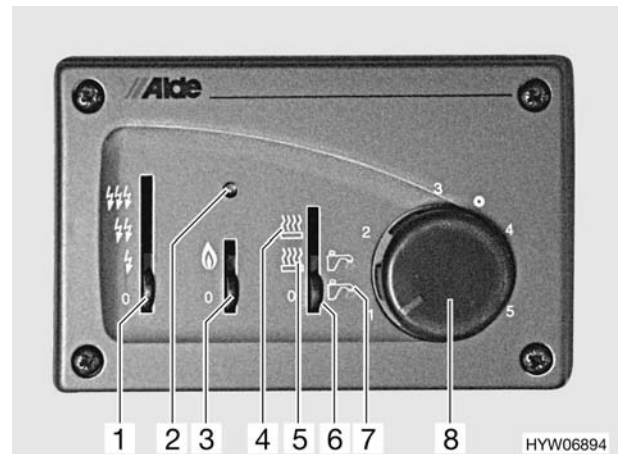

Bild 125 Bedieneinheit für Boiler
- Warmwasser (Bild 125,7)
- Heizung und Warmwasser (Bild 125,5)
- Heizung (Bild 125,4)
- Betriebsart mit dem Schiebeschalter (Bild 125,6) einstellen.
- Gasbetrieb (Bild 125,3)
- 230-V-Elektrobetrieb (Bild 125,1)
- Schiebeschalter (Bild 125,3) auf Gasbetrieb stellen.
- Schiebeschalter (Bild 125,6) auf "Warmwasser" (Bild 125,7) oder auf "Heizung und Warmwasser" (Bild 125,5) stellen.
Bei einer Störung leuchtet die rote Kontroll-Leuchte (Bild 125,2). Hinweise in Kapitel 14 beachten.
- Schiebeschalter (Bild 125,3 und 6) auf "0" stellen.
- Schiebeschalter (Bild 125,1) auf Elektrobetrieb stellen.
- Schiebeschalter (Bild 125,1 und 6) auf "0" stellen.
- Schiebeschalter (Bild 125,1, 3 und 6) auf "0" stellen.